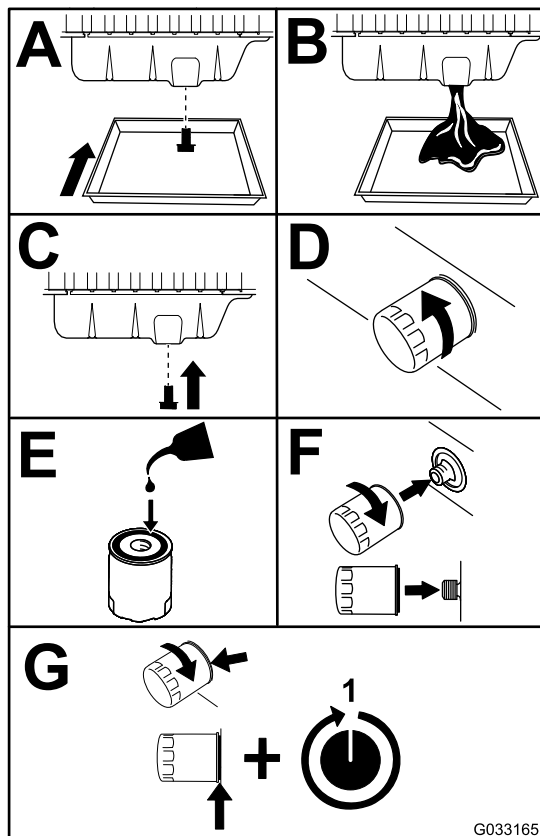

Figura 49
3. Sostituite l'olio motore e il filtro (Figura 49).